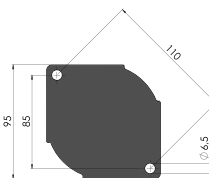

Figura 01
- Em uma superfície plana, marque a posição dos dois furos na parede e faça os furos para colocar as buchas. (ver distâncias dos furos na figura 01)